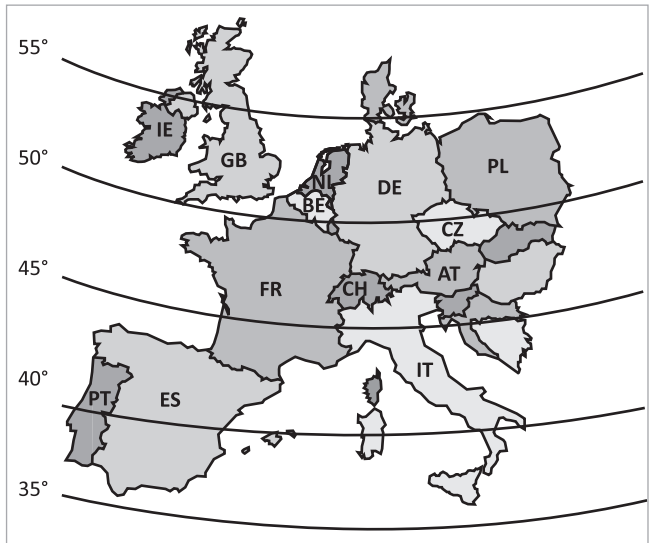

Fig. 4: gradi di latitudine in Europa
- Dalla → Fig. 4 si può rilevare il grado di latitudine del luogo di installazione.